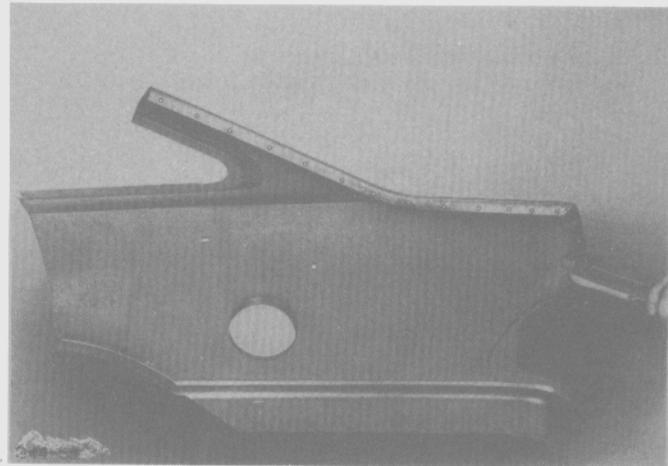

Fig. 228
- En la sección de reemplazo del panel exterior, limpiar las superficies de contacto de las pestañas en ambos lados y punzonar la pestaña del pilar "C" /gotero (Fig. 228).